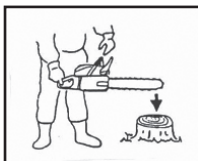

Рис. 14
- Удерживая пильную цепь в горизонтальном положении, снимите руку с передней рукоятки, толкните концом направляющей шины бревно или кусок дерева (Рис. 14) и проверьте работу тормоза.